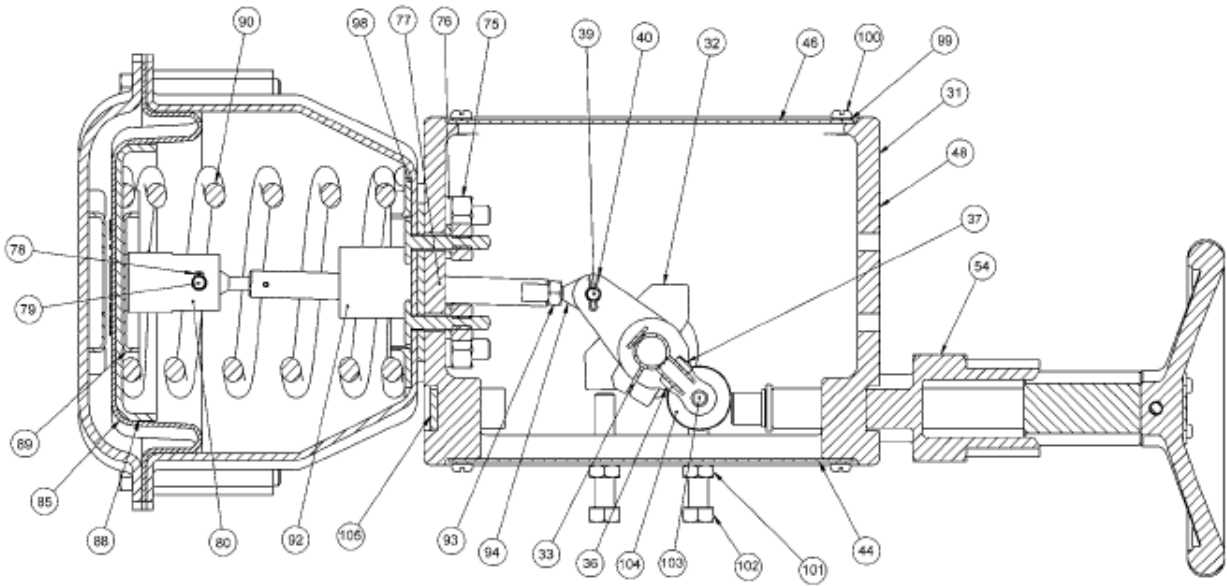

图 13 — 尺寸 AC 执行器
继续手轮维护工作前，将手轮旋转到分离位置。参考图 13 至 16。
- D. 将总成安装到手轮安装支架 (62) 中并装回枢轴销 (72)。
- E. 用销 (66) 将手轮轴分总成 (55) 连接到手轮 (54) 和杠杆臂，然后装回固定夹 (63)。
3.5.2 手轮分总成 – 33 型尺寸 AC。关于尺寸 B & C，请参考第 3.5.1 节的图 13、14 和 16。
- B. 逆时针旋转手轮 (54)，直到从外壳 (31) 上将其拆下。
3.5.2.2 重新装配。参考图 13、14 和 16。
- A. 将手轮总成 (54) 拧入外壳 (31)，直至它延伸穿过外壳，并使得阀芯杆 (54-3) 中的凹槽可见。